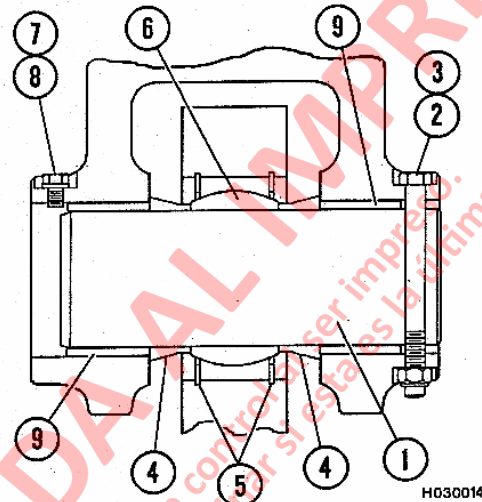
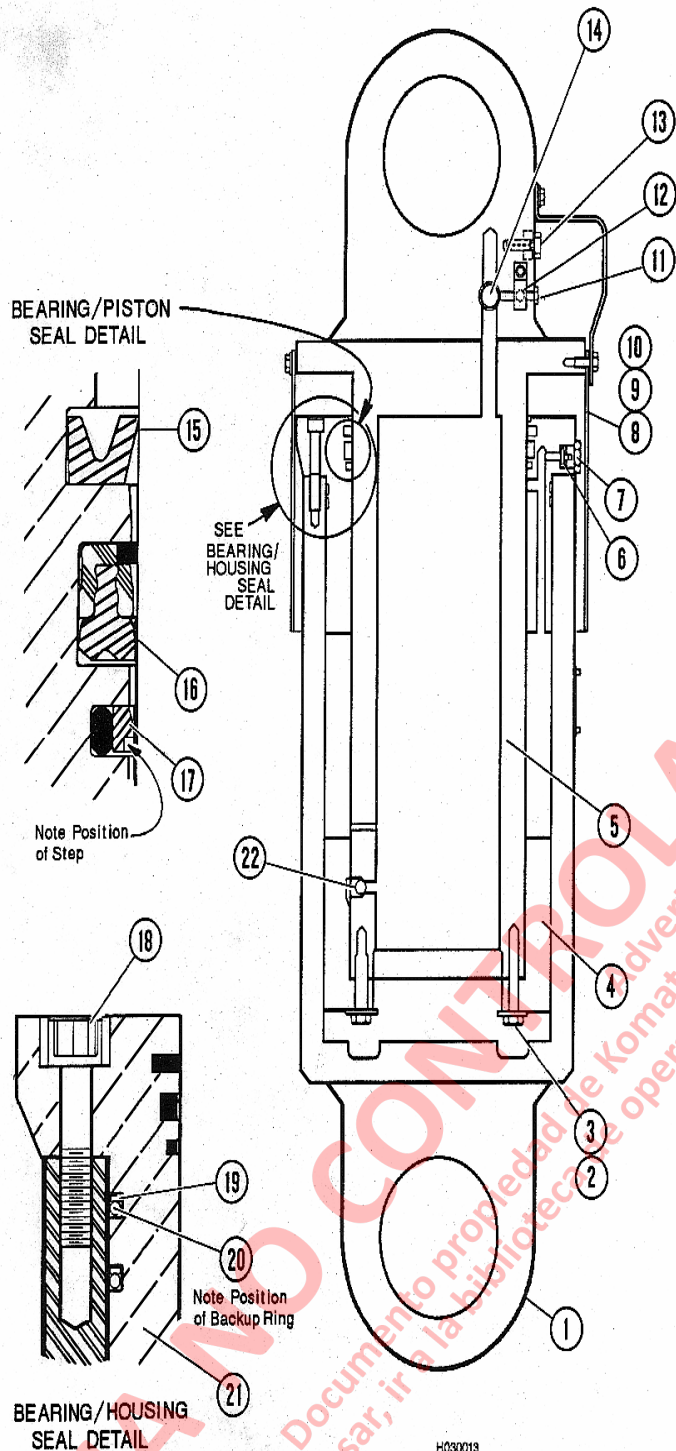

FIGURA 3-3. PASADOR DE MONTAJE DE LA SUSPENSIÓN (Típico, Superior e Inferior)
FIGURA 3-4. CONJUNTO SUSPENSION TRASERA
8. Saque las tuercas de seguridad del retén del pasador (3, Figura 3-3) y los Pernos (2) de los pasadores superior e inferior (1).
9. Instale un tirador y tire el pasador de montaje inferior del orificio de la carcasa del eje trasero. Saque ambos espaciadores (4).
1. Inspeccione las camisas de los orificios de montaje (9, Figura 3-3) y los espaciadores de los descansos para ver si están dañados o desgastados. Revise que los pasadores calcen en los orificios antes de montar la suspensión.
3. Coloque el ojal superior de la suspensión con su descanso esférico entre las orejas del chasis como se muestra en la Figura 3-3. Asegúrese de que los ojales de montaje superior e inferior estén alineados y que los tapones de ventilación estén posicionados hacia atrás.
4. Lubrique el pasador (1), alinee el orificio del Perno de retención con el orificio en la perforación de montaje e introduzca hasta sujetar el pasador en posición.
5. Inserte el espaciador (4) y continúe deslizando el pasador a través del descanso esférico. Inserte el el espaciador restante y continúe introduciendo el pasador hasta que el orificio del Perno de retención esté alineado con el orificio del pasador.
6. Instale el Perno (2, Figura 3-3) y tuerca de seguridad (3). Apriete con un torqué de **343 Lbs./Pie. (465 N.m)**.
2. Saque la cubierta de la válvula de carga. Retire la válvula de carga (12, Figura 3-4). Retire y bote el Anillo de goma de la válvula de carga. Saque el tapón de ventilación (14).
3. Coloque la suspensión en posición vertical (vástago del pistón hacia abajo). La suspensión contendrá aceite que drenará a través de la lumbrera de ventilación. Saque las protecciones del pistón (8), de estar instaladas.
4. Gire la suspensión en 180°. Saque los Pernos de la cabeza del soquete (18) y tire el conjunto del pistón de la suspensión (5) fuera de la carcaza (1). Se desmontará el descanso de la carcaza (21) junto con el conjunto del pistón.
5. Retire los Pernos y golillas templadas (2 & 3). Saque el descanso del pistón (4) de la varilla del pistón. Saque los retenes de bola (22) del pistón. Deslice el descanso de la carcaza (21) fuera del pistón.
6. Saque y bote el sello del limpiador (15), el sello de doble hoja (16), sello (17), Anillo de goma (20) y anillos de retención (19) del descanso de la carcaza.
7. Saque el tapón de ventilación (7).
8. Si es necesario cambiar los descansos esféricos (6, Figura 3-3), saque los anillos de retención (5). Presione los descansos hacia fuera del orificio.
1. Instale el descanso esférico (6, Figura 3-3) en el ojal del vástago del pistón y en la carcaza del cilindro.
2. Coloque los retenes del anillo (5) en posición para asegurar los descansos.
3. Instale el tapón de ventilación de la varilla del pistón (7, Figura 3-4).
4. Instale el sello del limpiador (15), el sello de doble hoja (16), sello (17). **Cuando instale el sello de doble hoja (16) y el sello (17), asegúrese que el radio este hacia el sello y el punto blanco este posicionado lejos del sello como se muestra en figura 3-4.**
5. Instale el anillo de goma (20) y anillos de retención (19) en el descanso (21). Los anillos de respaldo deben estar posicionados hacia el flange del descanso.
6. Deslice el descanso (21) en la varilla del pistón lubricado (5).
7. Coloque los retenes de bolas (22) en el pistón y monte el descanso de la varilla del pistón (4) con los Pernos y golillas templadas (2 & 3). Apriete los Pernos con torqué estándar.
8. Con la carcaza lubricada (1) mantenida en posición vertical, deslice parte del conjunto del pistón bien dentro de la carcaza. Deslice el descanso suelto de la carcaza dentro de la carcaza y apriete con Pernos (18). Apriete los Pernos con torqué estándar. Instale el pistón con mucho cuidado para evitar dañar las superficies maquinadas y cromadas.
9. Monte los tapones de ventilación (11 y 14). Instale la protección (8).